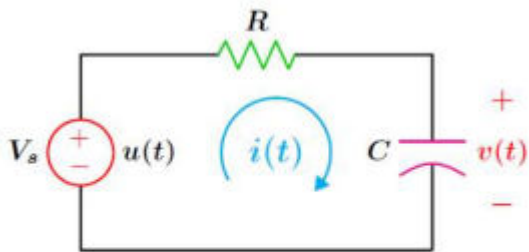

Figura 1: Circuito RC.
a) Determina la función de transferencia del circuito de la Figura 1, con una resistencia ($2K\Omega$), un capacitor ($1\mu F$) y obtén la respuesta al escalón en Matlab.